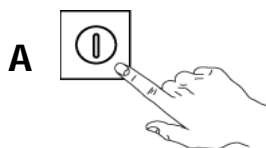

Fig.27
- 4- Chiudere la porta e premere il TASTO "A" per accendere la macchina indicato dalla spia luminosa "C". (Fig.27)